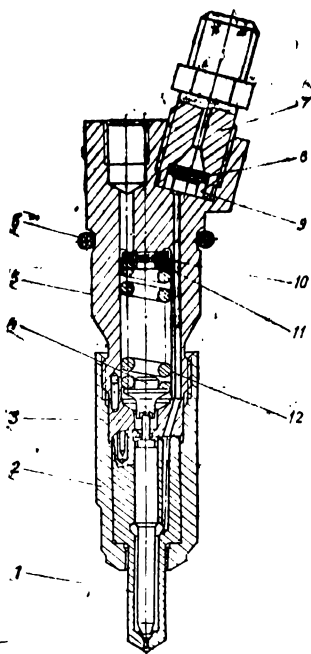

Рис. 9
VI. Какой прибор системы питания дизельного двигателя изображен на рис. 9?
IX. Какими цифрами на рис. 9 обозначены распылитель, штуцер форсунки, пружина, уплотнительное кольцо, корпус форсунки, регулировочные шайбы, фильтр форсунки?
X. Назовите детали форсунки, обозначенные на рис. 9 цифрами 2, 3, 4, 9, 11.